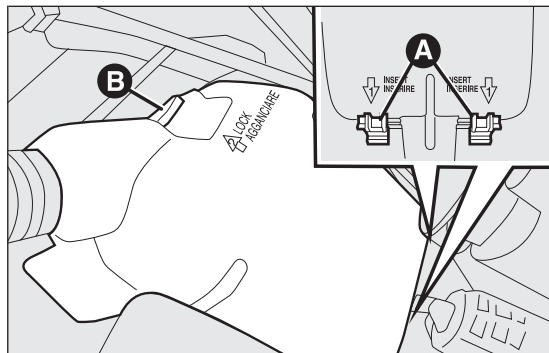

fig. 161
- ☐ introducir los dos enganches A fig. 161 en los alojamientos correspondientes ubicados en la caja de fusibles;